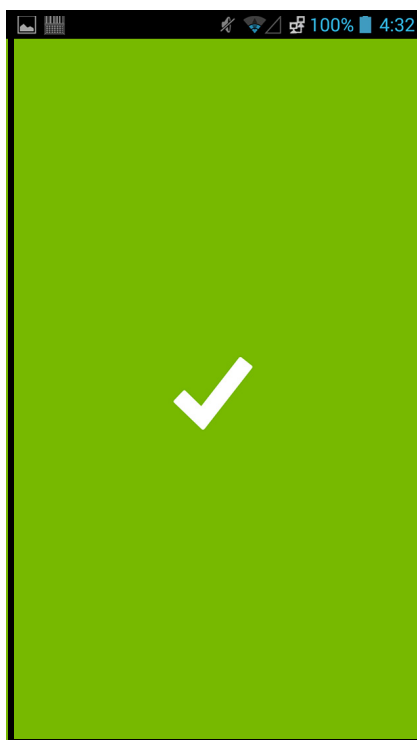
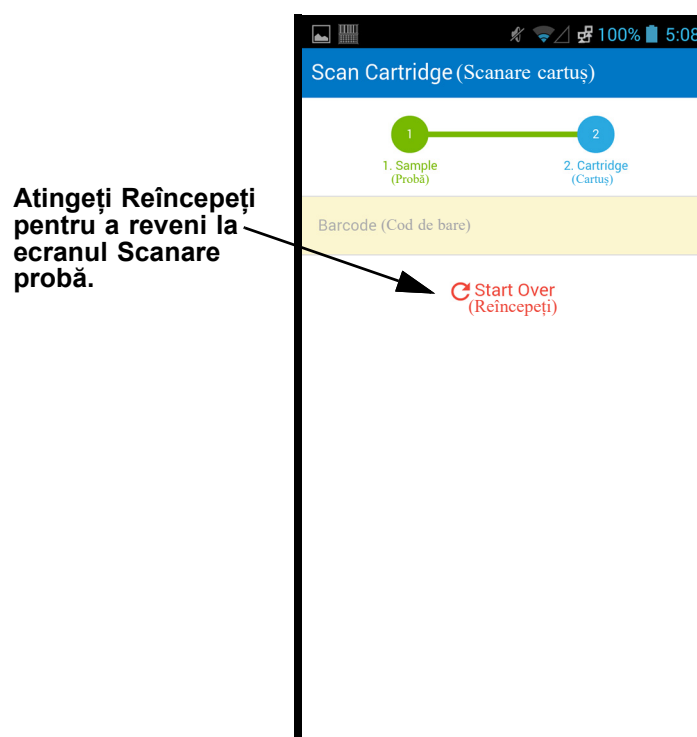

Figura 5-103. Ecranul cu reușita scanării pentru Cepheid Link (bifă verde)
Figura 5-106. Ecranul Scanare cartuș al Cepheid Link
- 2) Dacă a fost găsită o comandă, se afișează ecranul Succes (Success) (bifă verde) pentru o perioadă foarte scurtă de timp (consultați Figura 5-103) și se afișează ecranul Scanare cartuș (Scan Cartridge). Consultați Figura 5-106.
- 4) Dacă a fost găsită o comandă, se afișează ecranul Succes (Success) (bifă verde) pentru o perioadă foarte scurtă de timp (consultați Figura 5-103) și se afișează ecranul Scanare cartuș (Scan Cartridge). Consultați Figura 5-106.
- În cazul în care cartușul este asociat cu succes cu proba, ecranul Succes (Success) (bifă verde) va fi afișat pentru o perioadă foarte scurtă de timp (consultați Figura 5-103).
- În cazul în care partea alicotă este scanată cu succes, ecranul Succes (Success) (bifă verde) va fi afișat pentru o perioadă foarte scurtă de timp (consultați Figura 5-103).